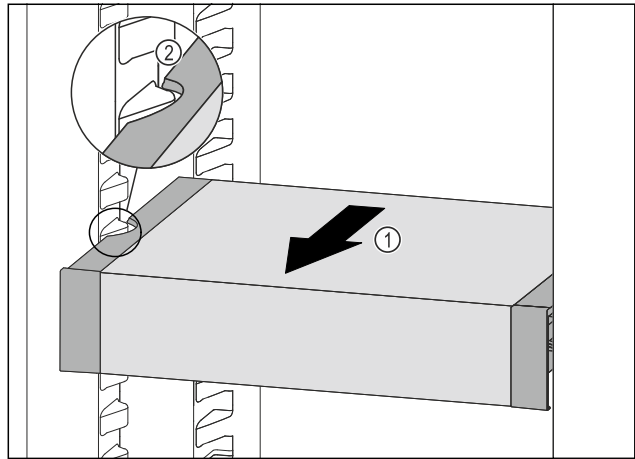

Fig. 46
- Tirer le VarioSafe vers l'avant Fig. 46 (1) jusqu'à ce que les encoches latérales du VarioSafe se trouvent au niveau de la nervure du bac dans la partie réfrigérateur. Fig. 46 (2)